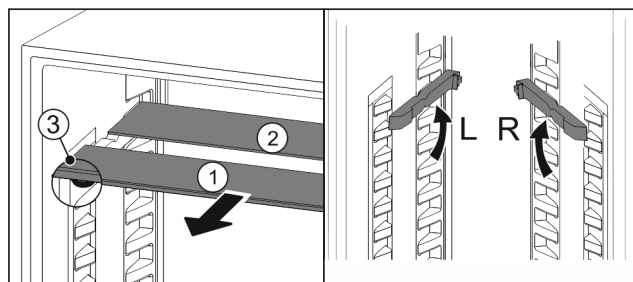

Fig. 67
- ▶ Steklene plošče posamično izvlecite Fig. 67 (1) naprej.
- ▷ Steklена plošča Fig. 67 (1) z okrasno letvijo je spredaj.
- ▷ Zaustavljalniki Fig. 67 (3) so obrnjeni navzdol.